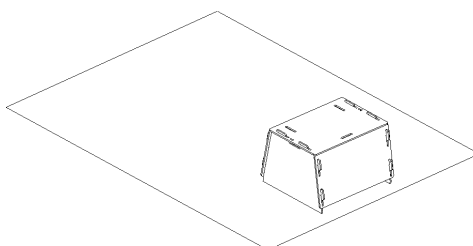

Рис. 11.6: Подставка для сканера на калибровочном шаблоне
2. Выверните подставку для сканера с прямоугольными метками на шаблоне, обращая внимание на ориентацию установочных отверстий в крышке подставки (см. Рис. 11.6).